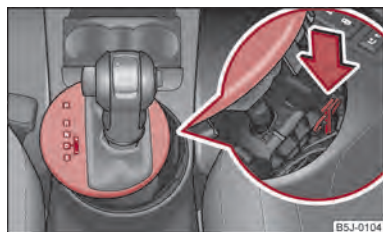

Fig. 91 Desbloqueo de emergencia de la palanca selectora
- Presione hacia abajo la parte de plástico amarilla con el dedo ⇒ fig. 91.